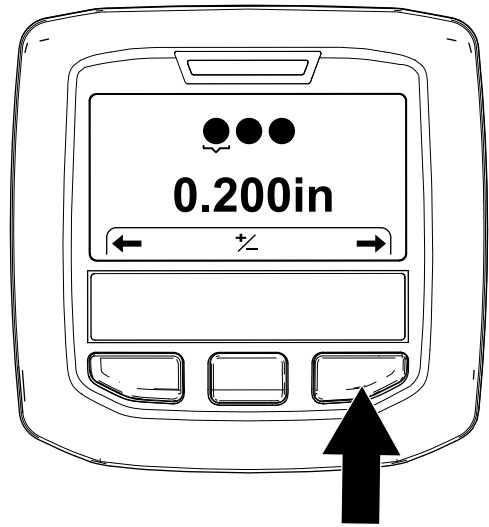

图 49
5. 按右侧 InfoCenter 信息中心按钮可显示“设置打孔针直径”屏幕图 49。